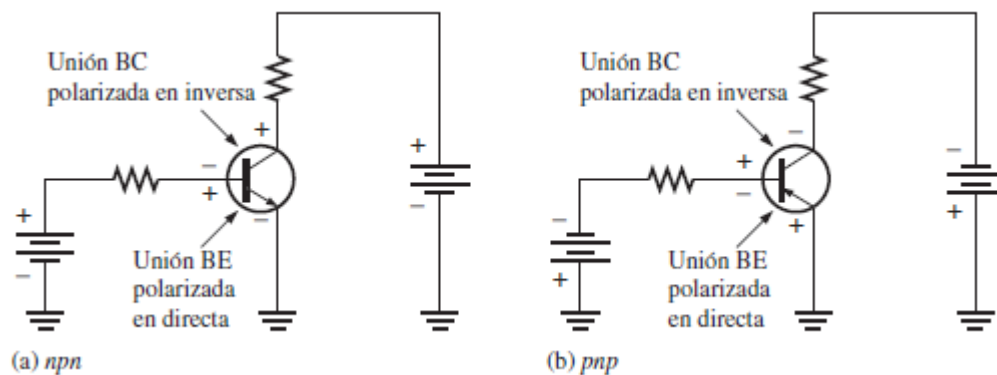

Figura 4.3. Polarización en directa-inversa de un BJT
La figura 4.3 muestra los arreglos para polarización, tanto del BJT NPN como del PNP, para que operen como amplificador. Observe que en ambos casos la unión Base-Emisor (BE) está polarizada en directa y la unión Base-Colector (BC) en inversa. Esta condición se llama polarización en directa-inversa.